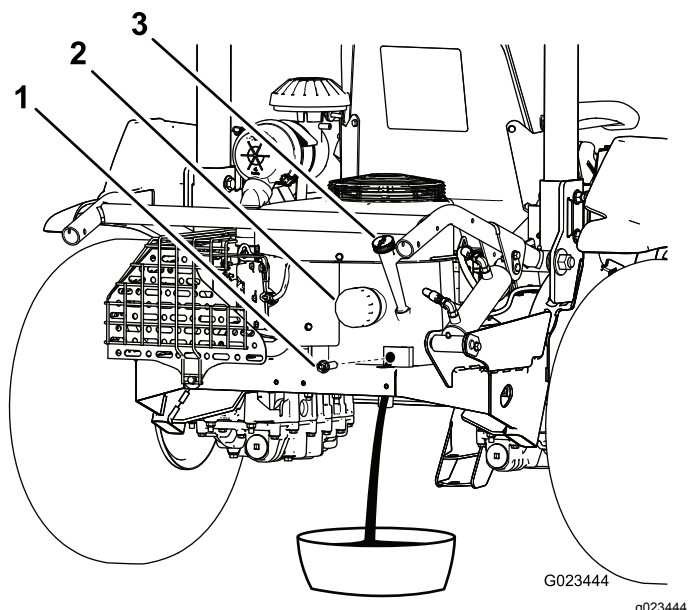

图39
3. 拆下排油塞图39让油流入适当的容器中。油不再流时安装排油塞。